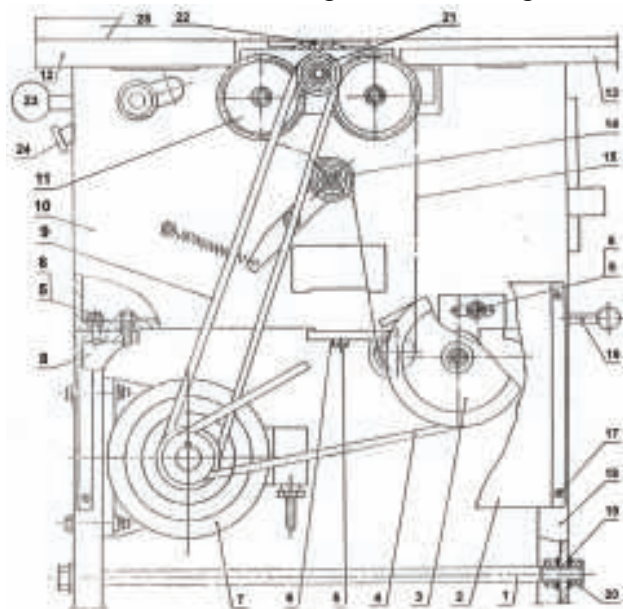
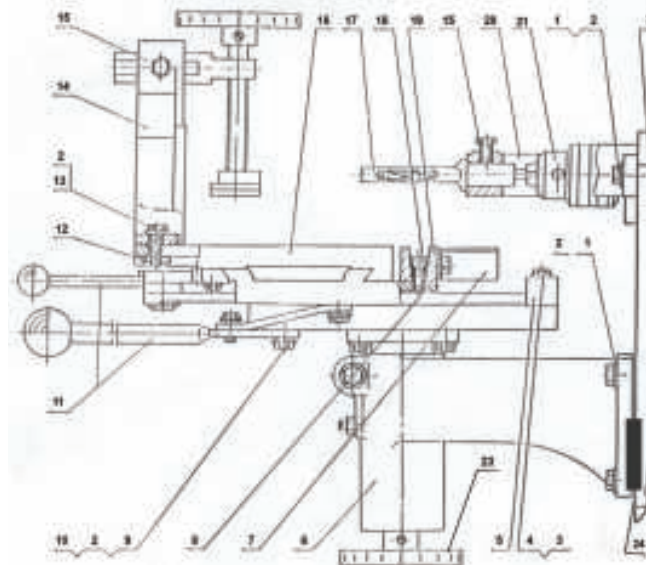

рис. 1
рис. 2
4.1 Общий вид стола основного представлен на рис. 1
4.2 Общий вид стола сверления и пазования представлен на рис. 2
4.5 Для удобства сборки станка, поставка с завода производится узлами собранными из отдельных деталей. Станок монтируется на основании 8 и 15 (рис. 1) представляющего собой переднюю и заднюю опоры состыкованные между собой стяжкой 1 (рис. 1). На основание устанавливается корпус станка на котором установлен ножовой вал 22 (рис. 1), на ножовом валу установлены ножи, которые крепятся прижимной планкой с помощью болтов. На ножовом валу 22 (рис. 1) установлен шкив 21 (рис. 1), который через ремень 9 получает вращение от двигателя 7 (рис. 1), который установлен внутри основания 8, 18 (рис. 1). Натяжение ремней 9 и 4 (рис. 1) осуществляется ослаблением болтов и перемещением двигателя 7 (рис. 1) внутри основания и затяжкой болтов по окончании. С левой стороны корпуса установлен стол регулируемый 12 (рис. 1) и стационарный 13 (рис. 1) для строгания.
8.1 Следите за состоянием ножей и их положением на ножовом валу. Ножи должны быть заточены равномерно по всей длине режущей кромки и закреплены на головке так, чтобы кромка ножей при вращении не выступала над поверхностью стола 13 (рис. 1) более чем на 1,5 мм.
8.3 Следите за состоянием ремней 4 (рис. 1) и 9 (рис. 1). При выявлении износа ремня ослабьте четыре винта, крепящих двигатель к корпусу станка, переместите двигатель так, чтобы ремень мог быть снят со шкивов, установите новый ремень и установите винты крепления двигателя.
Автоматическая подача заготовки включается рычагом **16** (рис. 1).
4.6 Для установки глубины строгания ослабьте рукоятку фиксации регулируемого стола **23** (рис. 1), рукояткой **24** (рис. 1) установите требуемую высоту регулируемого стола затем зафиксируйте стол рукояткой **23** (рис. 1). Ножевой вал сверху закрыт щитками, которые открывают ножевой вал на ширину обработки при подаче обрабатываемого материала.
Станок имеет функцию «Автоматическая подача заготовки», при рейсмусовании которая включается рычагом **16** (рис. 1) и происходит за счёт вращения роликов подачи заготовки **11** (рис. 1) через цепную передачу. Слева на корпус станка навешивается долбежное устройство **17** (рис. 2), кронштейн стола для сверления **6** (рис. 2), на который крепится в сборе трёхосевой стол **18** (рис. 2), зажим для заготовки **14** (рис. 2). Колесо **23** (рис. 2) предназначено для регулировки высоты стола при осуществлении пазования, сверления и т.д., а рычагами **11** (рис. 2) осуществляется перемещение стола по горизонтальным осям.
7.1 Блок выключателя **24** (рис. 2) имеет три положения: